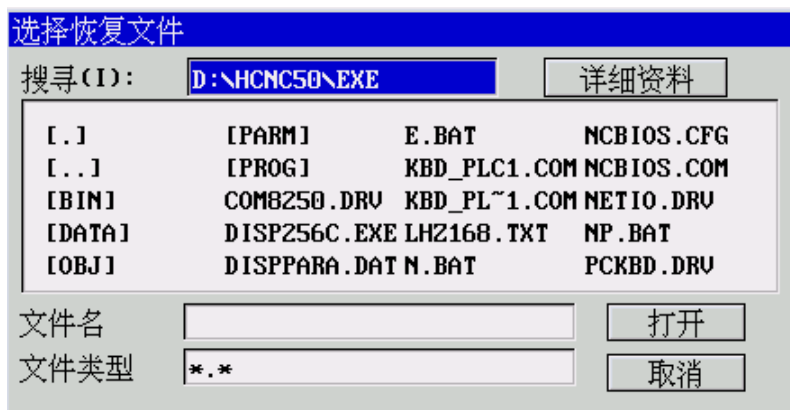

图 9.8.1 选择参数备份文件名
- (1) 输入权限口令（参见 9.1 节）；
- (2) 在参数功能子菜单下（图 9.0.1）按 **F8** 键，弹出如图 9.8.1 所示对话框；